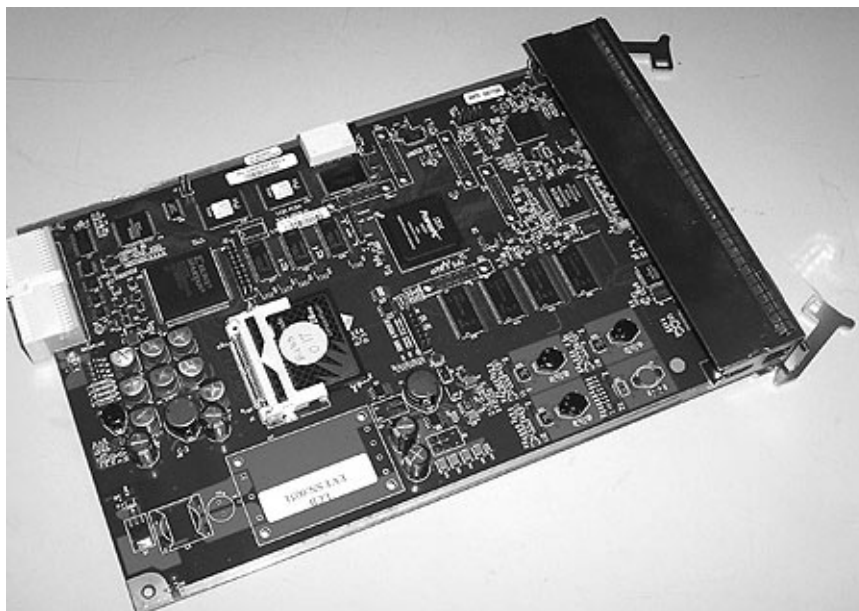

Рисунок 11-7. Плата встроенного ПО LCB
5. Плату LCB, вынутую из модуля управления, следует осторожно положить (рис. 11-7 на стр. 11-12) на чистую ровную поверхность.
Важное замечание: НИ В КОЕМ СЛУЧАЕ не трогайте компоненты платы встроенного ПО (см. рис. 11-7). Плату встроенного ПО следует брать только за металлическую крышку, поддерживая ее за дно.